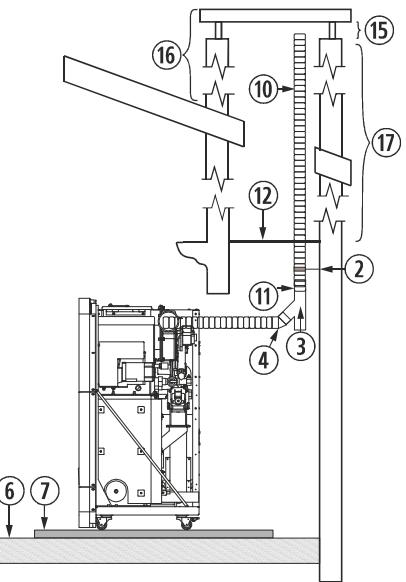

Figura 8
- 4.26.** A instalação de um encastrável numa chaminé de obra pode ser feita em toda a sua totalidade em tubo flexível, tal como indicado na figura 8. Devemos ter especial cuidado na hora de realizar o isolamento entre a chaminé e o tubo da saída de gases para evitar possíveis retrocessos de gases em caso de tempestade.